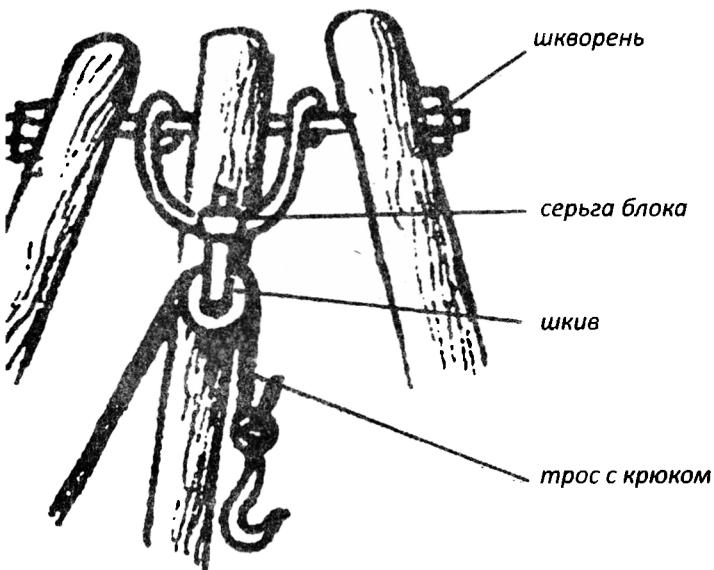

Рисунок 11. «Тренога» с блоком-подъемником
- для подъема грунта на поверхность потребуется «тренога» с блоком-подъемником (рис. 11).